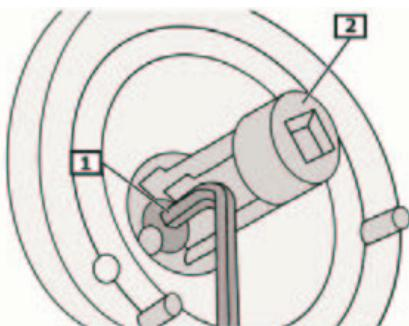

Fig. 7:
- **Fig. 7** Kolbenstangenmutter mit Hilfe des Spezialwerkzeuges entfernen.
- **Fig. 7** Remove piston rod nut with special tool.
- **Fig. 7** Retirer la tige de piston à l'aide de l'outil spécial.
- **Fig. 7** Retirar tuerca del vástago del pistón mediante herramienta especial.